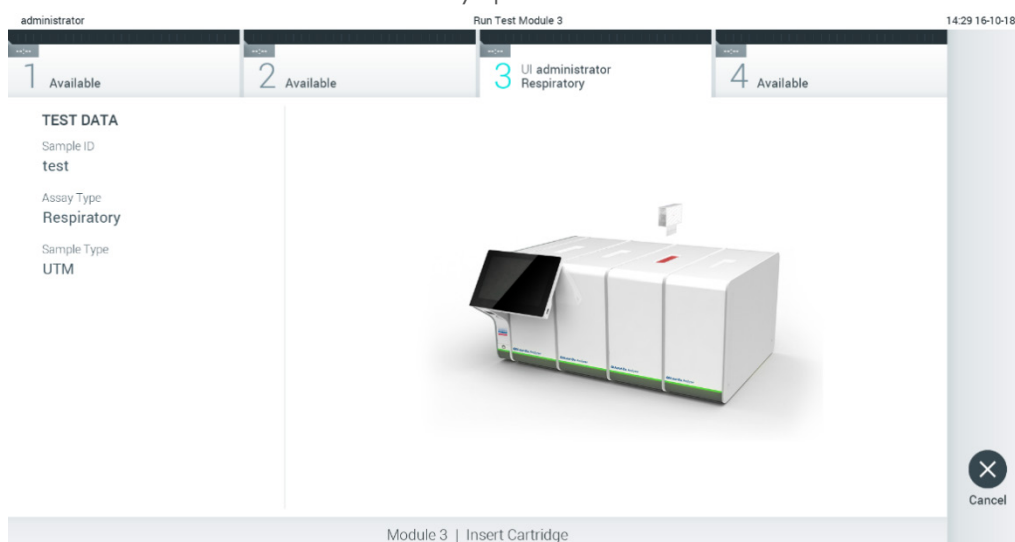

Figure 27. Insertion de la cartouche de dosage QIAstat-Dx dans le QIAstat-Dx Analyzer 1.0.
7. Assurez-vous que les deux couvercles d'échantillons du port d'introduction des écouvillons et du port principal de la cartouche de dosage QIAstat-Dx sont solidement fermés. Lorsque le port d'insertion de la cartouche situé sur le dessus du QIAstat-Dx Analyzer 1.0 s'ouvre automatiquement, insérez la cartouche de dosage QIAstat-Dx avec le code-barres orienté vers la gauche et les chambres de réaction orientées vers le bas (figure 27).